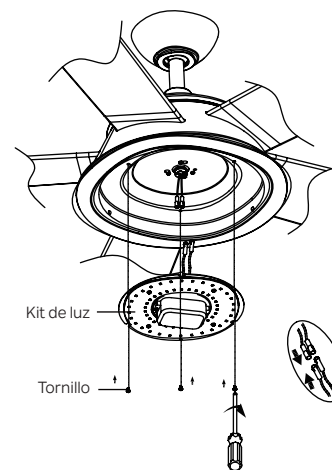
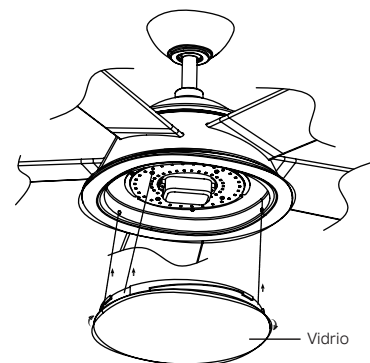

Figura 20
Figura 21
Paso 1. Sostenga el kit de luz cerca de la carcasa del interruptor y conecte los cables BLANCOS del kit de luz y el ventilador juntando los conectores. Siga el mismo procedimiento con los cables NEGROS. (Figura 20)
Paso 2. Introduzca las conexiones cuidadosamente en el kit de luz. Conecte el kit de luz a la carcasa del interruptor y apriete firmemente con los tres (3) tornillos que se encuentran en el paquete de accesorios.
Paso 3. Asegure el vidrio a la carcasa del interruptor girándolo en el sentido de las agujas del reloj, gire el vidrio gradualmente hasta que encaje en la carcasa del interruptor. No apriete demasiado. (Figura 21)